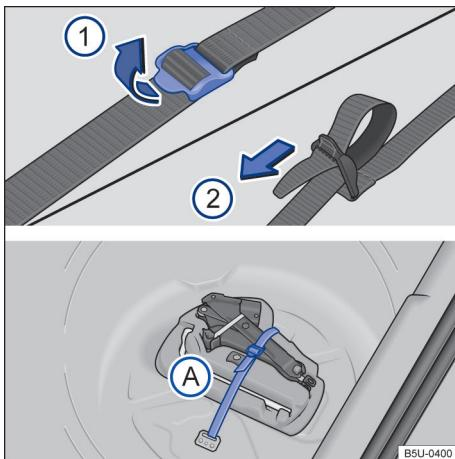

Fig. 104 No compartimento de bagagem: cinta de fixação da caixa de ferramentas e caixa de ferramentas de bordo.
Para soltar a cinta de fixação → Fig. 104 A, puxar a fivela no sentido da seta ①.